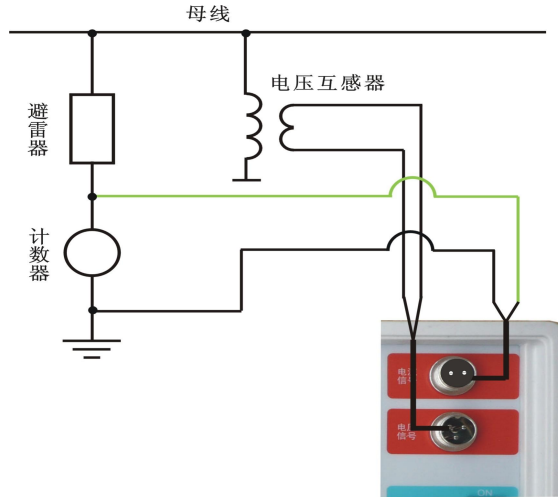

图 2 **有线模式**（测量相序 B: 单相）测试接线示意图
1) **有线模式**（测试相序：B, 单相）测试接线示意图，见图 2